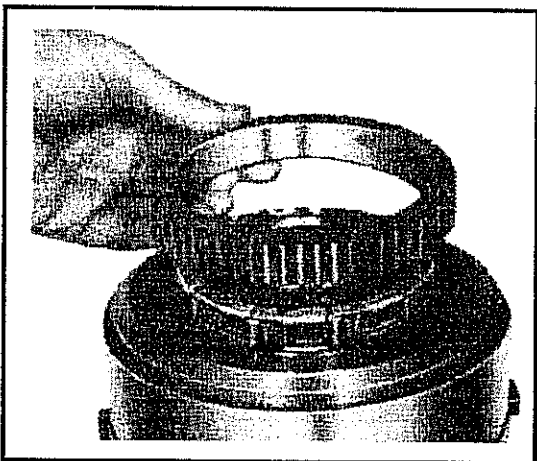

Abb. 10-78 Äußerer Lagerring des Rollenfreilaufs an der Kupplung 2. Gang
- Äußeren Lagerring der Rollenfreilaufkupplung 2. Gang wie in Abb. 10-78.